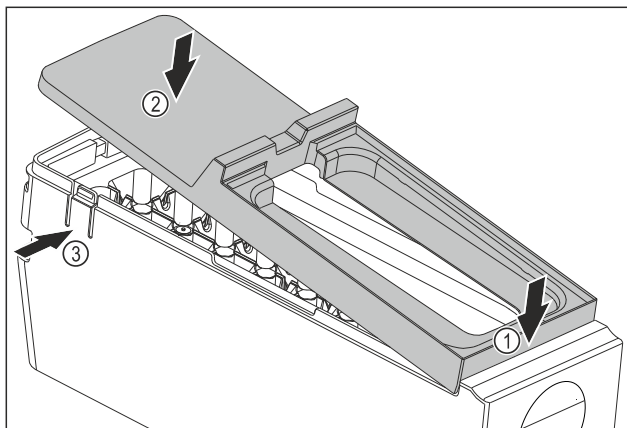

Fig. 186
- Montați apărătoarea corpului EasyTwist-Ice: Așezați în față apărătoarea Fig. 186 (1)
- Coborâți în spate apărătoarea Fig. 186 (2)
- Apărătoarea se fixează în poziție cu zgomot specific în cele două eclise Fig. 186 (3).